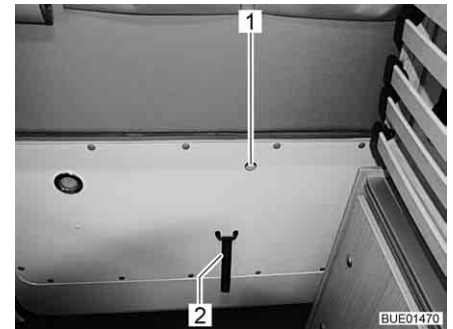

Fig. 35 Desbloqueo de la trampilla trasera, en el interior
- Tira hacia arriba de la palanquita que hay en la abertura (Fig. 35,1) con el dedo y empujar la trampilla trasera al mismo tiempo.
- Coger el borde de la trampilla trasera o el lazo (Fig. 35,2) y cerrar la trampilla trasera.